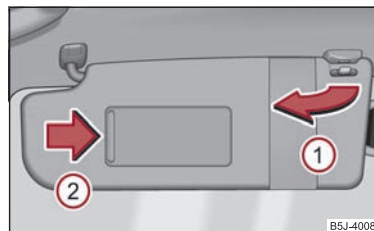

Abb. 44 Sonnenblende: Ausschwenken
Die Sonnenblende für den Fahrer bzw. Beifahrer können Sie aus der Halterung herausziehen und zur Tür in Pfeilrichtung ① ⇒ Abb. 44 schwenken.